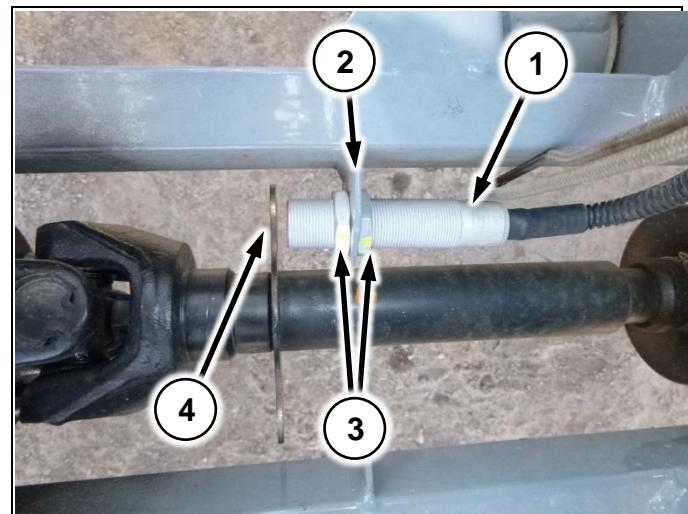

Рис. 51
13. Установите датчик скорости компьютера хим. системы (Рис. 51/1) в специальном кронштейне на раме (Рис. 51/2) и зафиксируйте гайками (Рис. 51/3)
Зазор между торцом датчика скорости и пластиной (Рис. 51/4) должен быть в диапазоне 3...5мм.